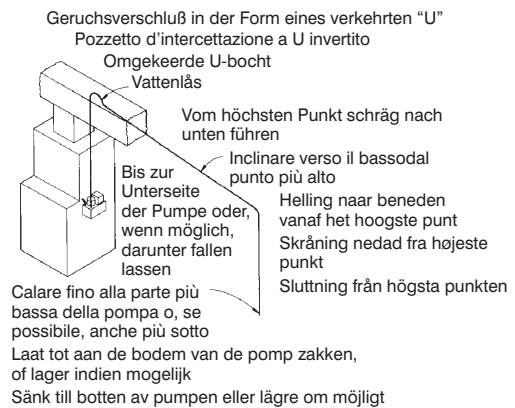

Fig. 10
1. Biegsame Schlauch- oder Rohrleitungen vom Verdampferablaß zum (1 von das 3) Pumpeneinlaß verlegen. Sicherstellen, daß das Einlaßrohr nach unten abfällt und ein Abfließen durch Schwerkraft ermöglicht (Fig. 10). Ziehen Sie das Einlaßrohr etwa 2 - 7 cm in den Tank hinein, so daß es auf keinen Fall den Schwimmermechanismus behindern kann. Das Einlaßrohr muß an der Stelle, an der es in den Tank eintritt, schräg durchgeschnitten sein.